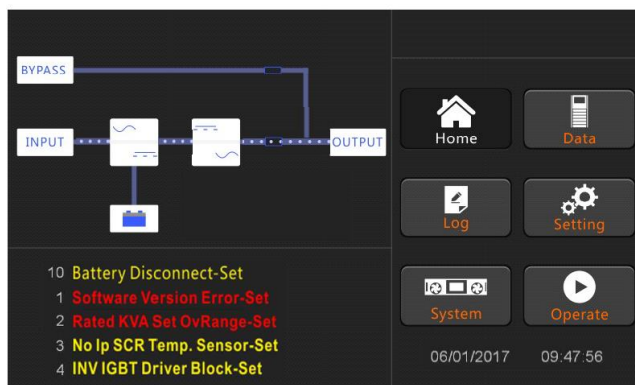

Рисунок 4-4. Интерфейс в режиме инвертора
7. Примерно через 30 секунд, когда инвертор работает нормально, ИБП переключается с байпаса на инвертор, индикаторная лампа байпаса выключена, и индикатор нагрузки мигает (Рисунок 4-4).